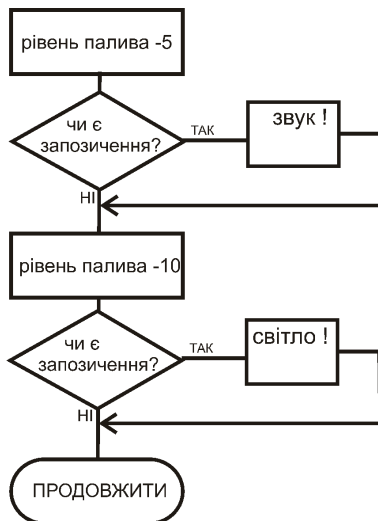

Рисунок 3.1 Алгоритм до розв'язку задачі
3.5 Відобразимо алгоритм задачі (рисунок 3.1)